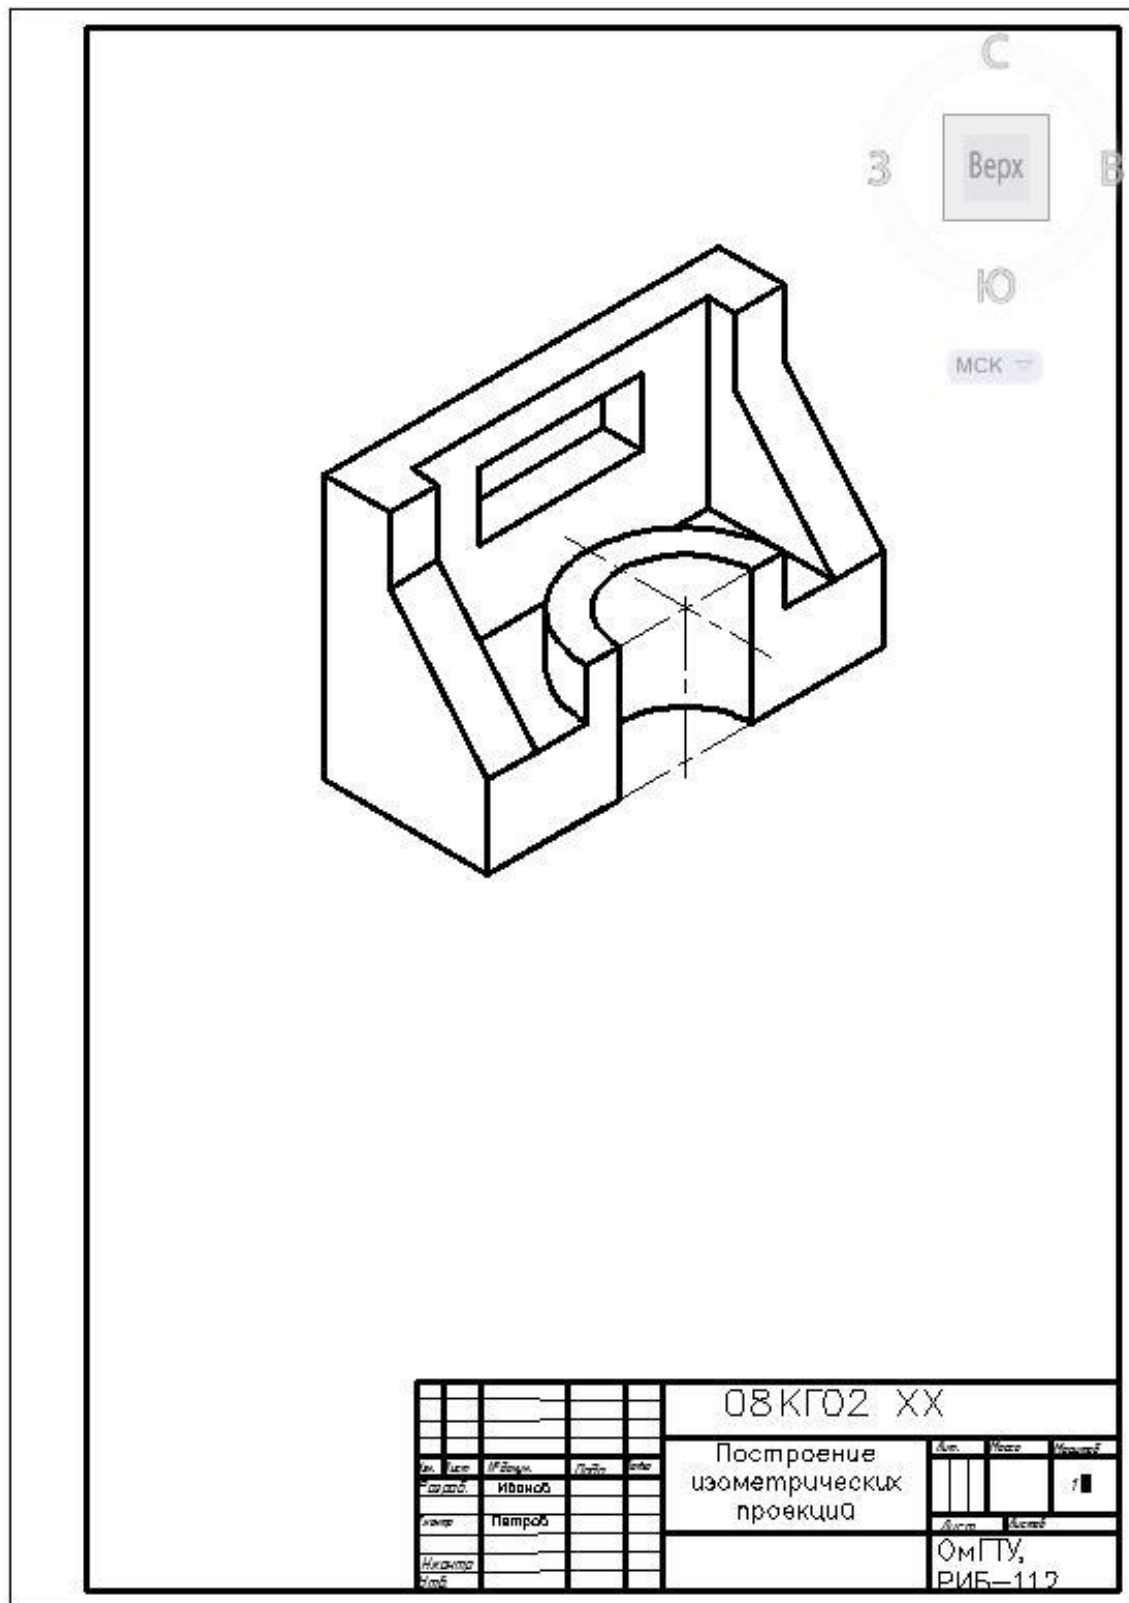

Рис. 2.15. Пример выполнения практического задания № 2 «Построение изометрических проекций»
2. Изучить режимы объектной привязки и команды редактирования примитивов (см. пп. 2.2 и 2.3). Выполнить изображение аксонометрической проекции по размерам в соответствии с полученным заданием (см. рис. 2.15).
- Пример выполненной лабораторной работы № 2 показан на рис. 2.15.